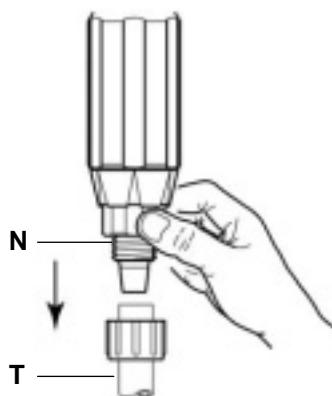
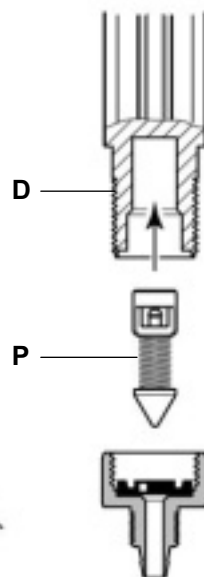

Рис. 11
Рис. 12
- Отвинтите гайку (см. Рис. 11-Е) и снимите всасывающий шланг (см. Рис. 12-Т).
- Отвинтите и снимите черную гайку (см. Рис. 11-Н).
- Обильно промойте различные детали чистой водой, установите их на место; кромка прокладки должна быть направлена в сторону клапана, и она должна быть отцентрована в черной гайке (см. Рис. 12).
- Установите клапан на место (см. Рис. 12-Р) в корпус дозатора (см. Рис. 12-Д), протолкните его до упора и проверьте действие оттяжной пружины.